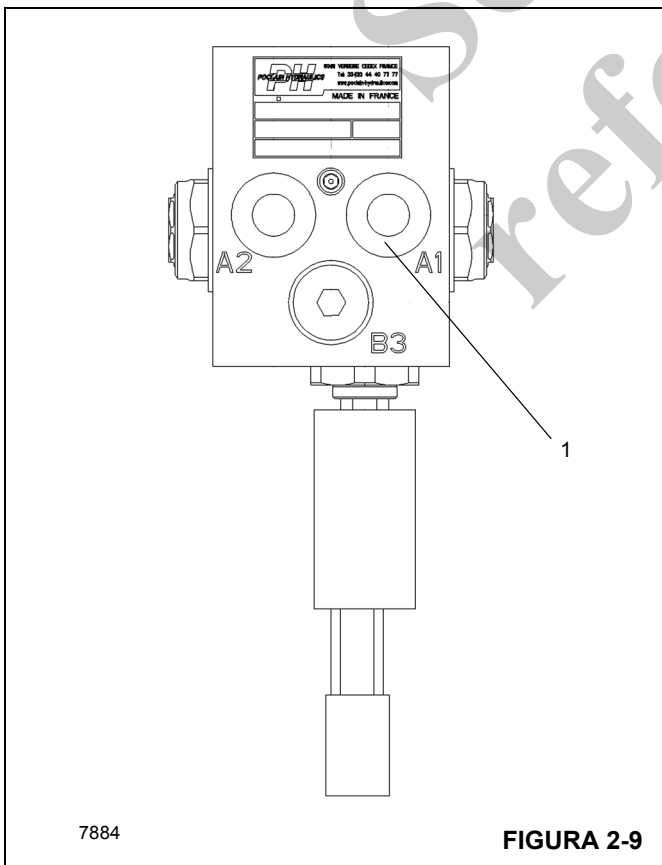

FIGURA 2-9
2. Instale un manómetro en la lumbre de prueba de presión "A1" de la válvula de carga del acumulador doble de frenos de servicio (1, Figura 2-9).